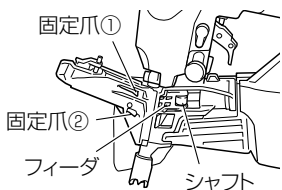

図 25
- 図 25 のように釘ガイドを開いて、付着しているごみやほこりを掃除し、特にフィーダの摺動する溝とシャフト部には付属の油を注油してください。